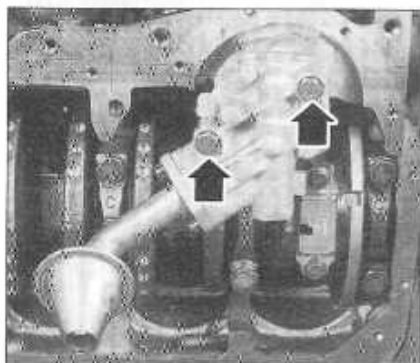

FIGURE 1-22
- les fixations de la pompe à huile (figure 1-22) puis dégager cette dernière avec sa chaîne, sa crépine et le déflecteur d'huile.